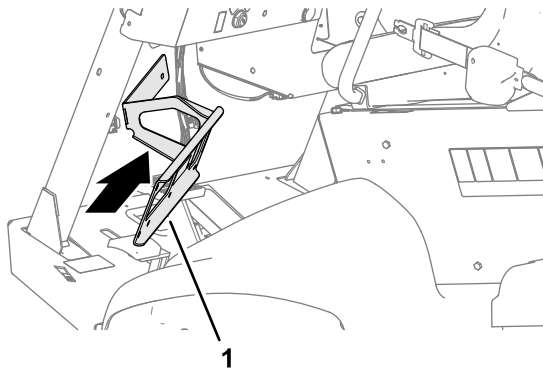

Figure 66
1. Placez le support de collecteur devant l'avant de la machine, comme montré à la Figure 66.